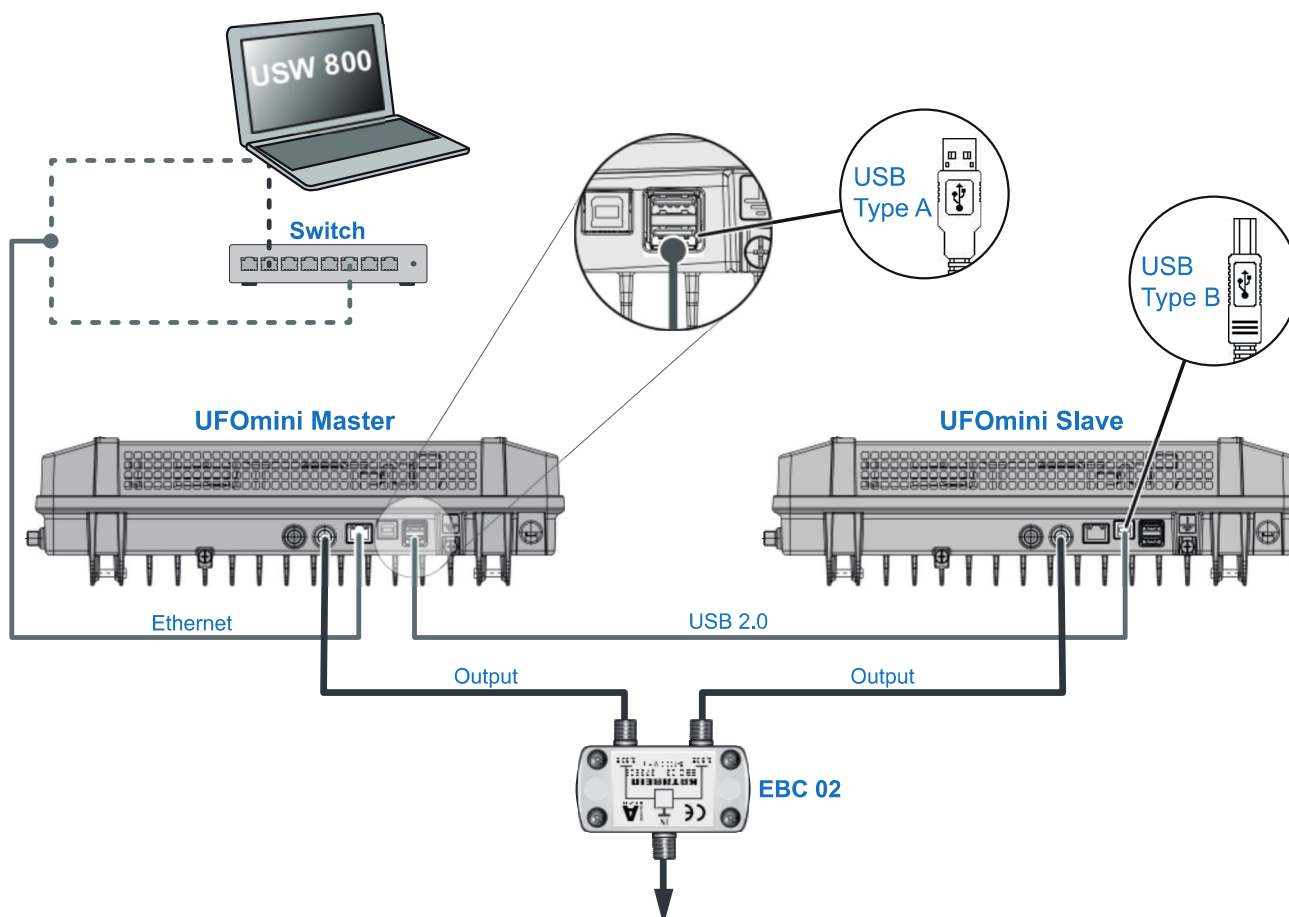

Fig. 4: Câblage
2. Raccordez l'ordinateur avec un câble Ethernet1) au port RJ45, si nécessaire au travers d'un switch ou routeur ; voir Fig. 4, p. 5. La station de tête fonctionne maintenant comme *maître*.
3. En présence d'une deuxième station de tête : raccordez la deuxième station de tête à la première avec un câble USB 2.0 (Fig. 4). Dans ce cas :